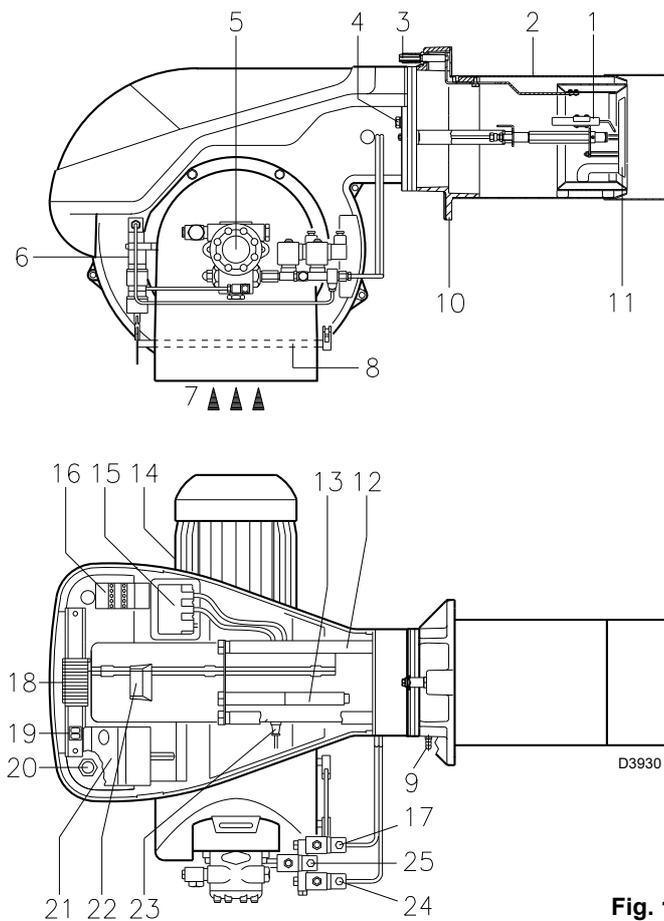

Fig. 1
Blocage coffret : l'allumage du bouton-poussoir (led rouge) du coffret de sécurité (22)(Fig. 1) signale que le brûleur s'est bloqué. Pour le déblocer appuyer sur le bouton pendant un temps compris entre 1 et 3 secondes.
Blocage moteur : pour le déblocer appuyer sur le bouton-poussoir du relais thermique (17)(Fig. 1).
- 2 - Rallonges 13)(Fig. 1) de guides 12)(Fig. 1)